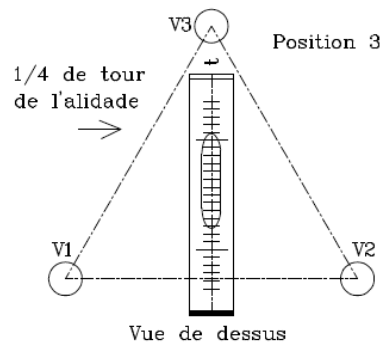

Figure 7. Calage finale sur la 3^{ème} vis.
- Amenez l'axe de la nivelle torique sur la troisième vis calante V3, et en agissant sur la seule vis V3, amenez la bulle dans la **position de calage**, c'est-à-dire bulle centrée (le cas a du paragraphe 4.4); ou bulle décalée de la moitié de l'erreur **dans le même sens** (le cas c du paragraphe 4.4). Sur la figure 7, la nivelle est dans la position de calage de l'exemple précédent (décalage de deux graduations vers la droite repérée sur les schémas par la lettre t).